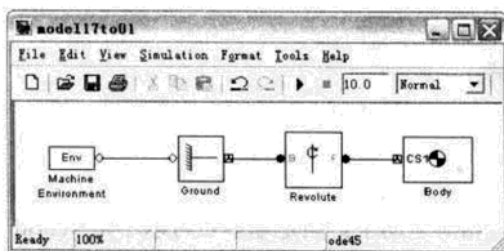

图 17.19 添加 Revolute 模块后的模型图
- (1) 打开 SimMechanics Joints 模块库。
- (2) 拖放 Revolute 模块到模型窗口。
- (3) 旋转 Revolute 模块，使之可以方便地将 Joint 的 B(base)端口和 Ground(follower)模块连接起来，将 F 端口和刚体模块连接起来。这样 Ground 模块就和 Body 模块连接起来了如图 17.19 所示。